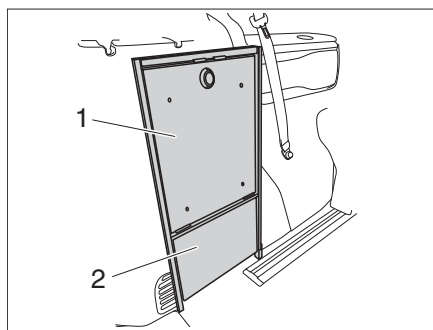
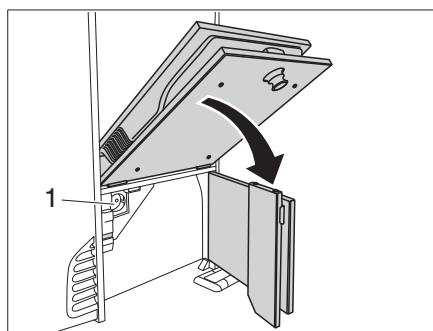

Figure 28 Volets d'accès
Figure 30 Volet d'accès Plaque de cuisson à induction
La plaque de cuisson à induction du VANSTER se trouve du côté gauche du véhicule, sous le volet d'accès Plaque de cuisson à induction (Figure 28, 1). La plaque de cuisson à induction peut être utilisée lorsque le véhicule est raccordé à l'alimentation électrique via une prise extérieure.
- Ouvrir le volet d'accès Alimentation électrique (Figure 28, 2).
- Ouvrir le volet d'accès Plaque de cuisson à induction (Figure 28, 1) et le rabattre vers le bas (Figure 30).
- Brancher la fiche secteur de la plaque de cuisson à induction dans la prise (Figure 30, 1).